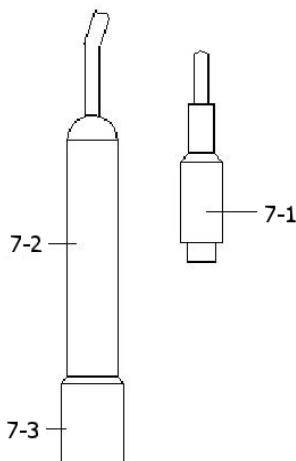

Fig. 4
- 1) Prepare a sonda de condutividade (opcional, CDPB-03), instale o " Plugue da sonda " (7-1, Fig. 4) no conector " CD " (3-15, Fig. 1)
- 3) Segure o "Cabo da sonda" (7-2, Fig. 4) com uma mão e introduza totalmente a "Cabeça do sensor " (7-3, Fig. 4) na solução de medida. Mova a sonda e deixe que a borbulha de ar interna saia da cabeça do sensor.